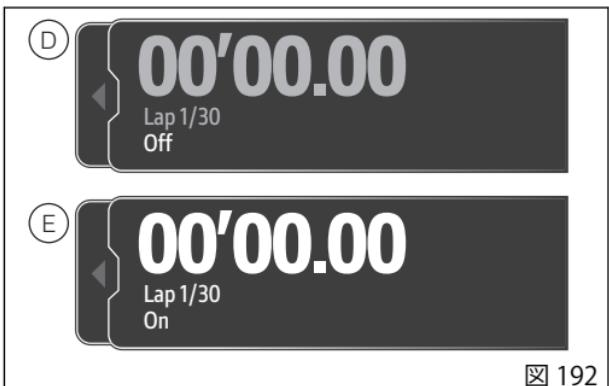

図 192
- 機能を停止している場合は、「Off」の文字が白色で表示され、ストップウォッチと記録可能なラップ数が灰色で表示されます(D、図 192)。「ENTER」を押すと、機能が有効になります。
- 機能を有効にしている場合は、「On」の文字、ストップウォッチ、記録可能なラップ数が白色で表示されます(D、図 192)。「ENTER」を押すと、機能が停止します。